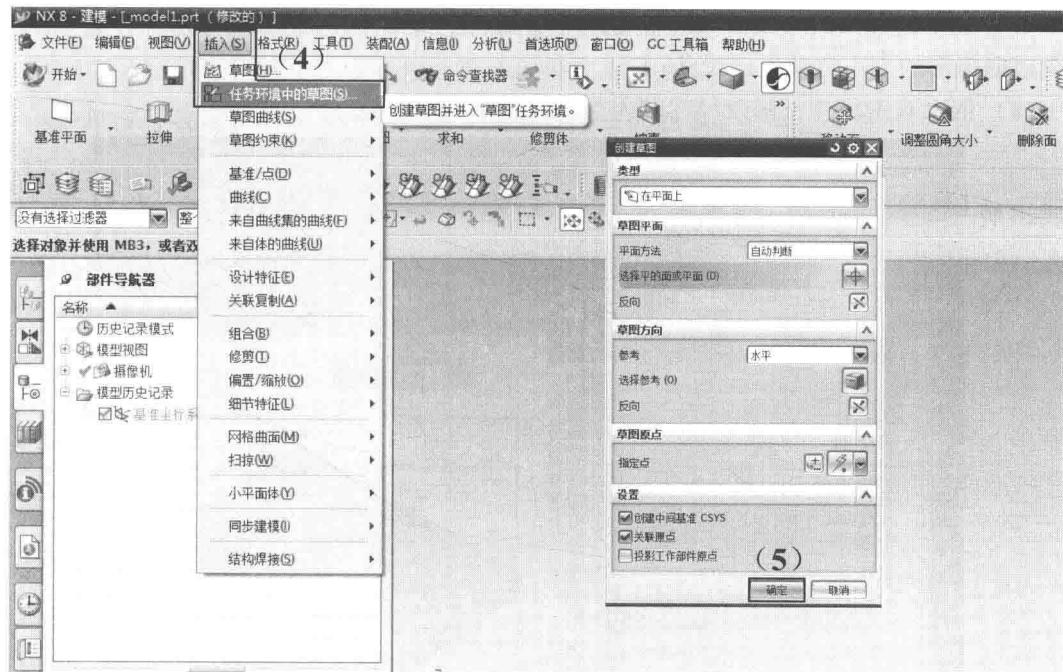

图 1-4 建模界面
- (2) 在对话框【模板】栏中选择名称为【模型】，类型为【建模】的模板；
- (3) 单击【确定】按钮 ，进入如图 1-4 所示的建模界面；
- (4) 依次单击【插入】—【任务环境中的草图】命令 ，弹出如图 1-4 所示的【创建草图】对话框；